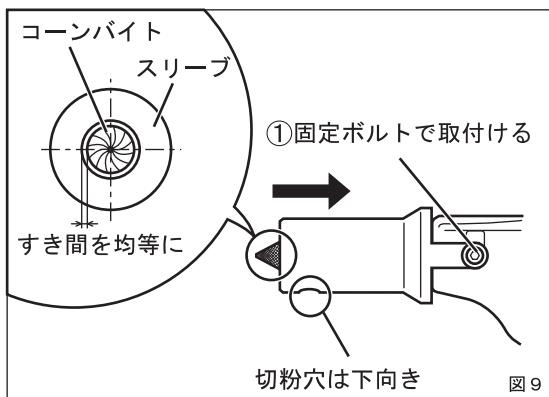

図9
4. スリーブの取付け (図9)
- ①スリーブを切粉穴が下向きになるように本体に差し込み、平ワッシャ（ $\phi 5$ ）と固定ボルト（M5 × 15）で軽く締付けます。
- ②スリーブ端面の穴とコーンバイトとのすき間が全周で均等になるようにスリーブの位置を調整します。
- ③調整した位置からスリーブが動かないようになら、固定ボルトをしっかりと締め込んでください。